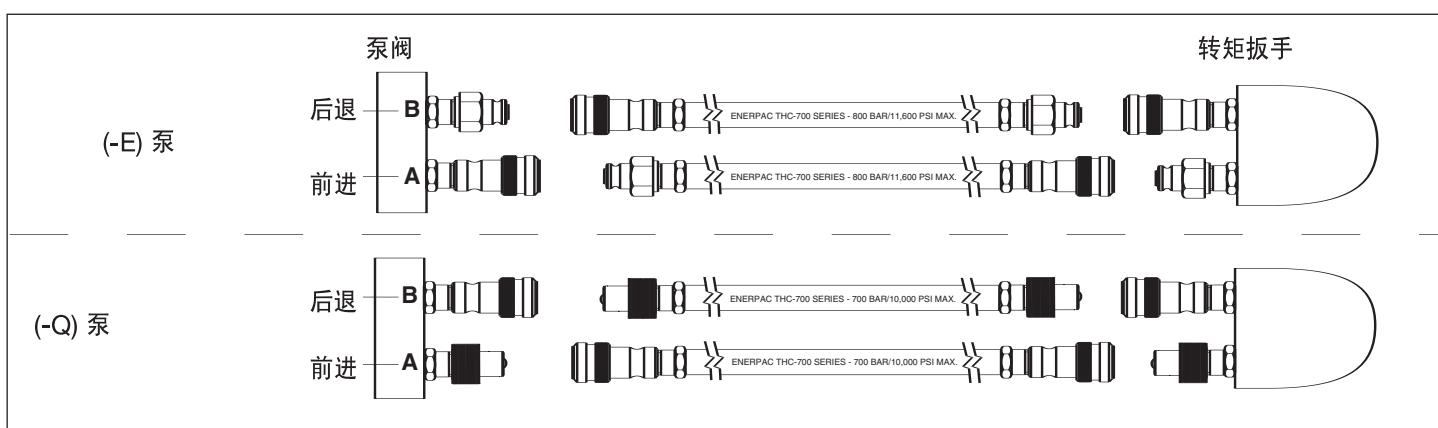

图5
如图5所示连接软管。
2. 适合使用一般转矩扳手的 (-Q) 泵类型。使用额定值为 700 巴 /10,000 psi 工作压力的软管。接头必须按图5所示进行极化处理，以实现正确的扳手操作。操作前确保接头完全啮合并已拧紧。如果接头只是部分啮合，将会妨碍扳手正确操作。